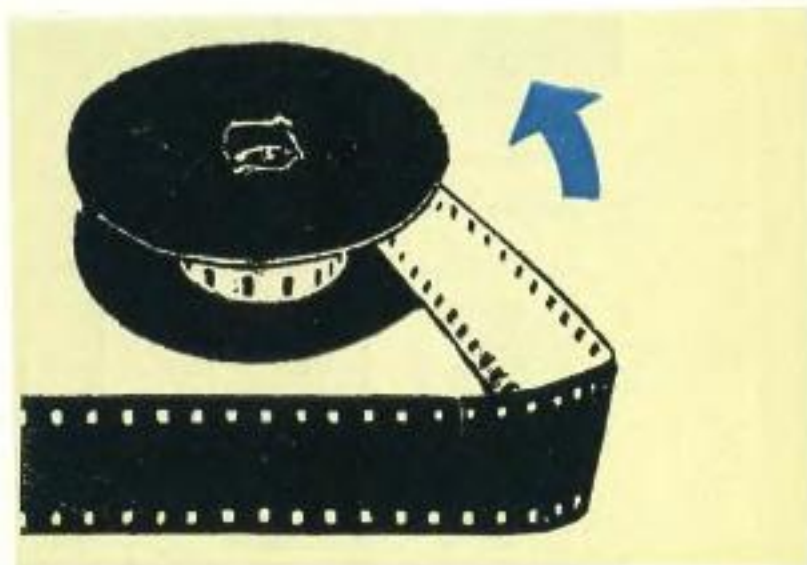

Рис. 8
1. Повернуть бобину так, чтобы фланец с четырьмя вырезами в центре расположился сверху (рис. 8).